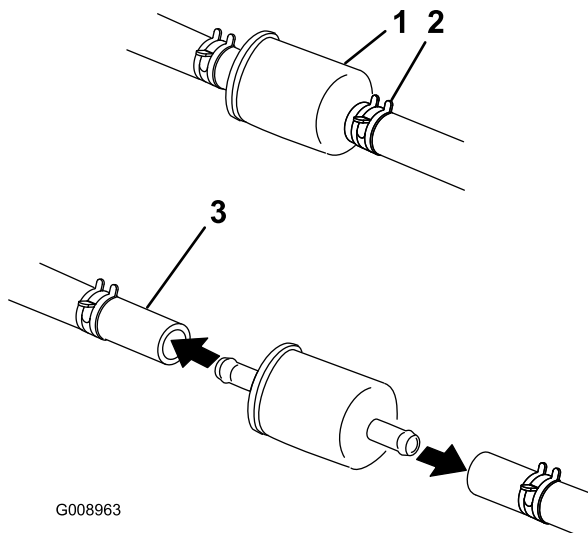

Figure 40
5. Pincez les extrémités des colliers et faites glisser ceux-ci pour les éloigner du filtre (Figure 40).